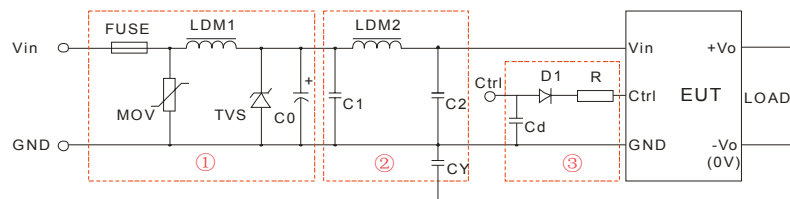

图 1
- 注: 1.图 1 中第①部分用于 EMS 测试; 第②部分用于 EMI 滤波, 可依据需求选择;
2.V_C 为 Ctrl 端相对于输入地 GND 的电压, V_D 为 D1 的正向导通压降, I_C 为流入 Ctrl 端的电流, 一般取 5-10mA, Ctrl 端外围电路如图 1-③;
EMI 测试效果图 (推荐电路见图 1-②)